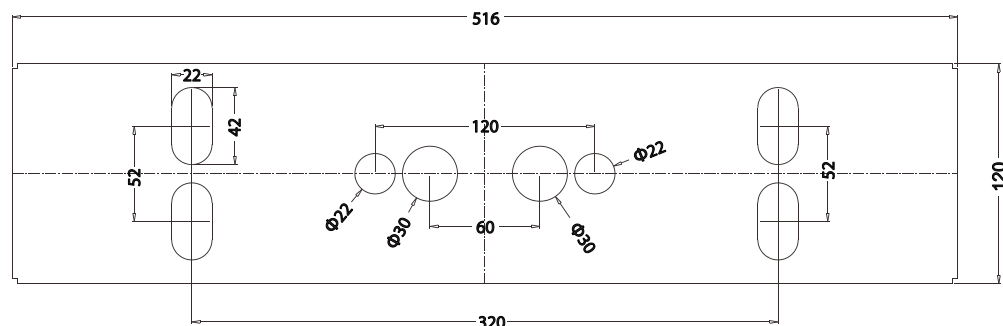
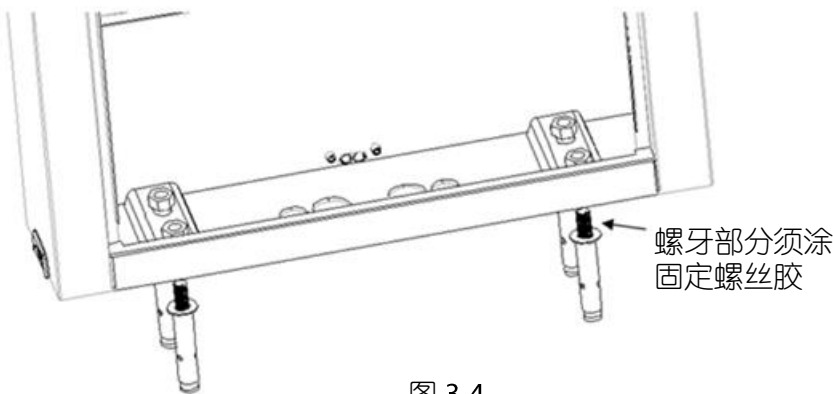

图 3-1
图 3-4
安装孔位如图 3-1 所示，单位为 mm。
如采用明装线缆方式，三辊闸有缆线预开口，明装线缆必须使用半弧状贴地线槽保护；如采用暗装埋地线缆方式，则线缆出地口请按照图 3-1 安装孔位所示选择。
- ① 打孔。准备冲击钻，准备 14mm 的冲击钻钻头，按照图 3-1 安装孔位所示钻孔位，垂直钻孔 80mm 深，清理孔洞中的灰渣。
- ② 确定冲击钻孔位置，在膨胀螺钉外壁及螺牙处涂抹螺丝固定胶，植入四颗膨胀螺钉，然后安放三辊闸整机，使用水平尺测定水平，如安装底板不平，请使用随箱提供的垫片调节平整。
- 注意：**必须完整地植入四颗膨胀螺钉，如图 3-4 所示：